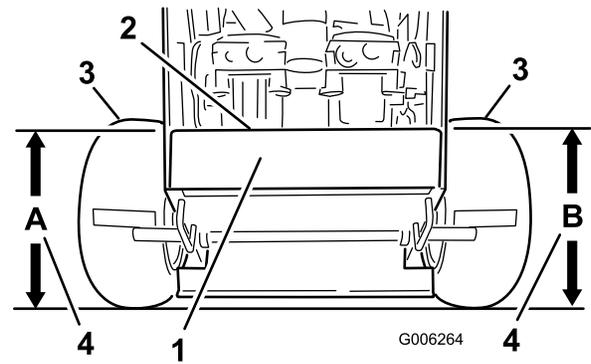

Figure 68
- Mesurez la hauteur du plancher moteur au point A (Figure 68).
- Mesurez la hauteur du plancher moteur au point B (Figure 68).